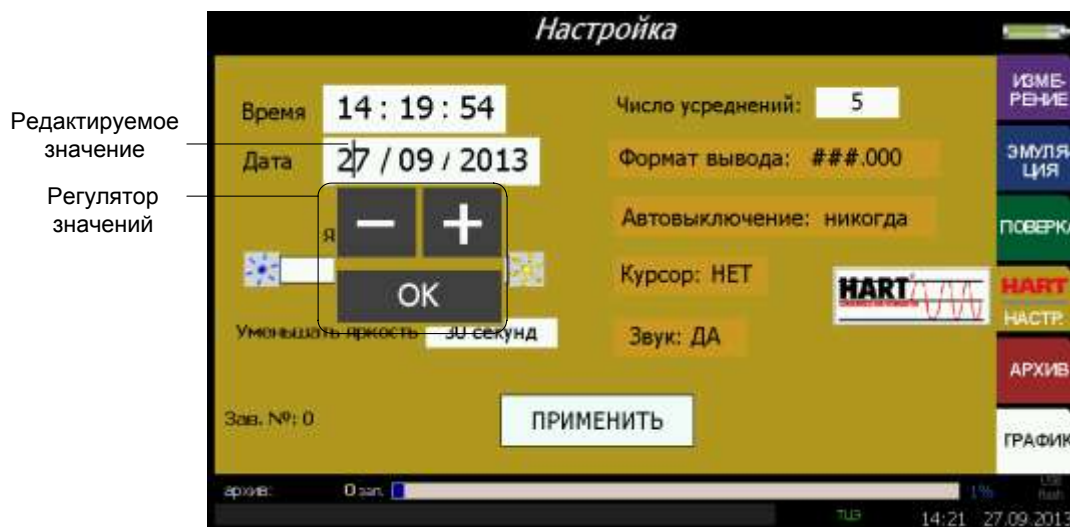

Рисунок 2.50
2.6.4.3 Параметр **«Дата»** предназначен для просмотра и/или установки новой текущей даты, представленной в формате: **«дд:мм:гггг»** (рисунок 2.50).